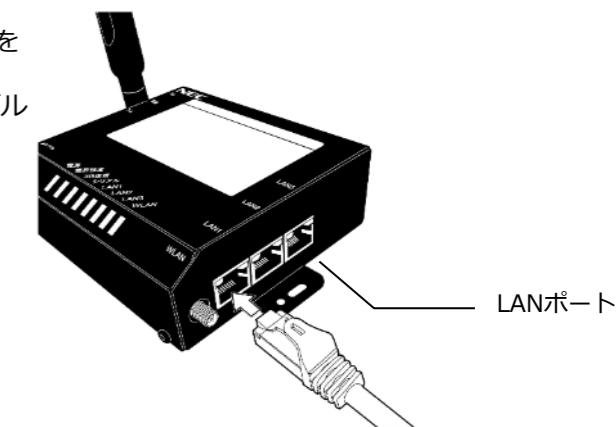

図6 モバイルパック3GルータへのLANケーブルの接続
- モバイルパックの3Gルータ側面のLANポートにLANケーブルを接続する。（図6）